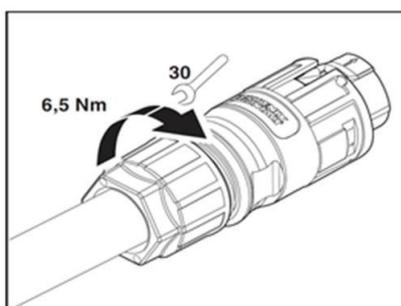

Abb. 18: Kabelverschraubung festziehen
- Ziehen sie die Kabelverschraubung mit einem Maulschlüssel [$\times W_{30}/m 6,5$ Nm] fest (Zusammenstecken Abb. 18).